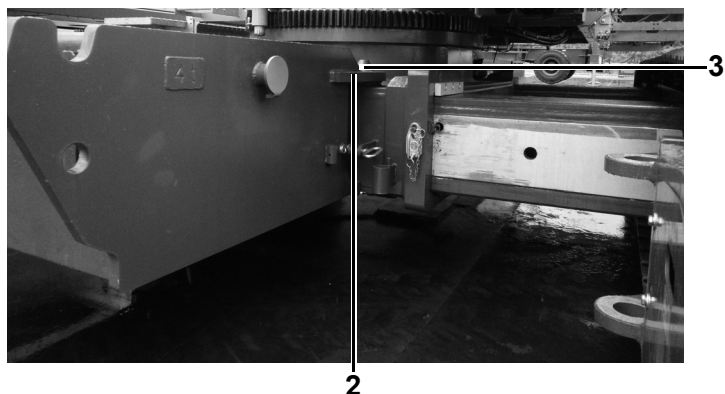

Fig. 122 Lastro da estrutura inferior
- 4 Eleve cuidadosamente o lastro da estrutura inferior na estrutura inferior. Coloque os tirantes do lastro da estrutura inferior (2) na Fig. 122 nos parafusos (3) na Fig. 122.